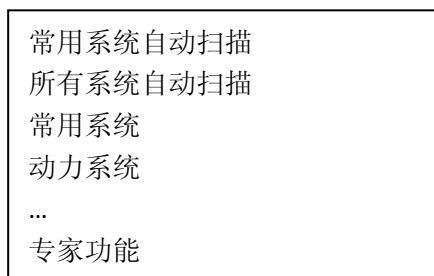

图 10-2
- 2) 选择【不带 CANBUS】。出现操作界面, 如图 10-2;